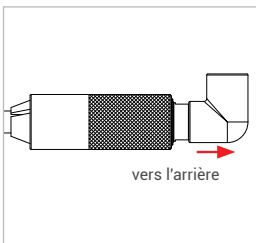

Figure 5
- ▶ Tirez légèrement sur la partie inférieure (n° 2) flèche rouge) (Figure 5) du connecteur dans le sens inverse du raccordement pour s'assurer de la bonne assise du connecteur.